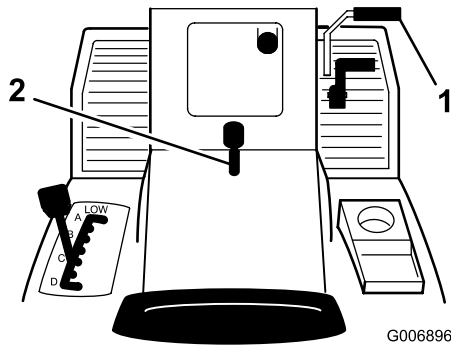

Bild 5
1. Treten Sie das Bremspedal (Bild 5) durch und halten Sie es gedrückt.
2. Ziehen Sie den Feststellbremshebel (Bild 5) hoch und nehmen den Fuß nach und nach vom Bremspedal.
1. Treten Sie das Bremspedal durch (Bild 5).